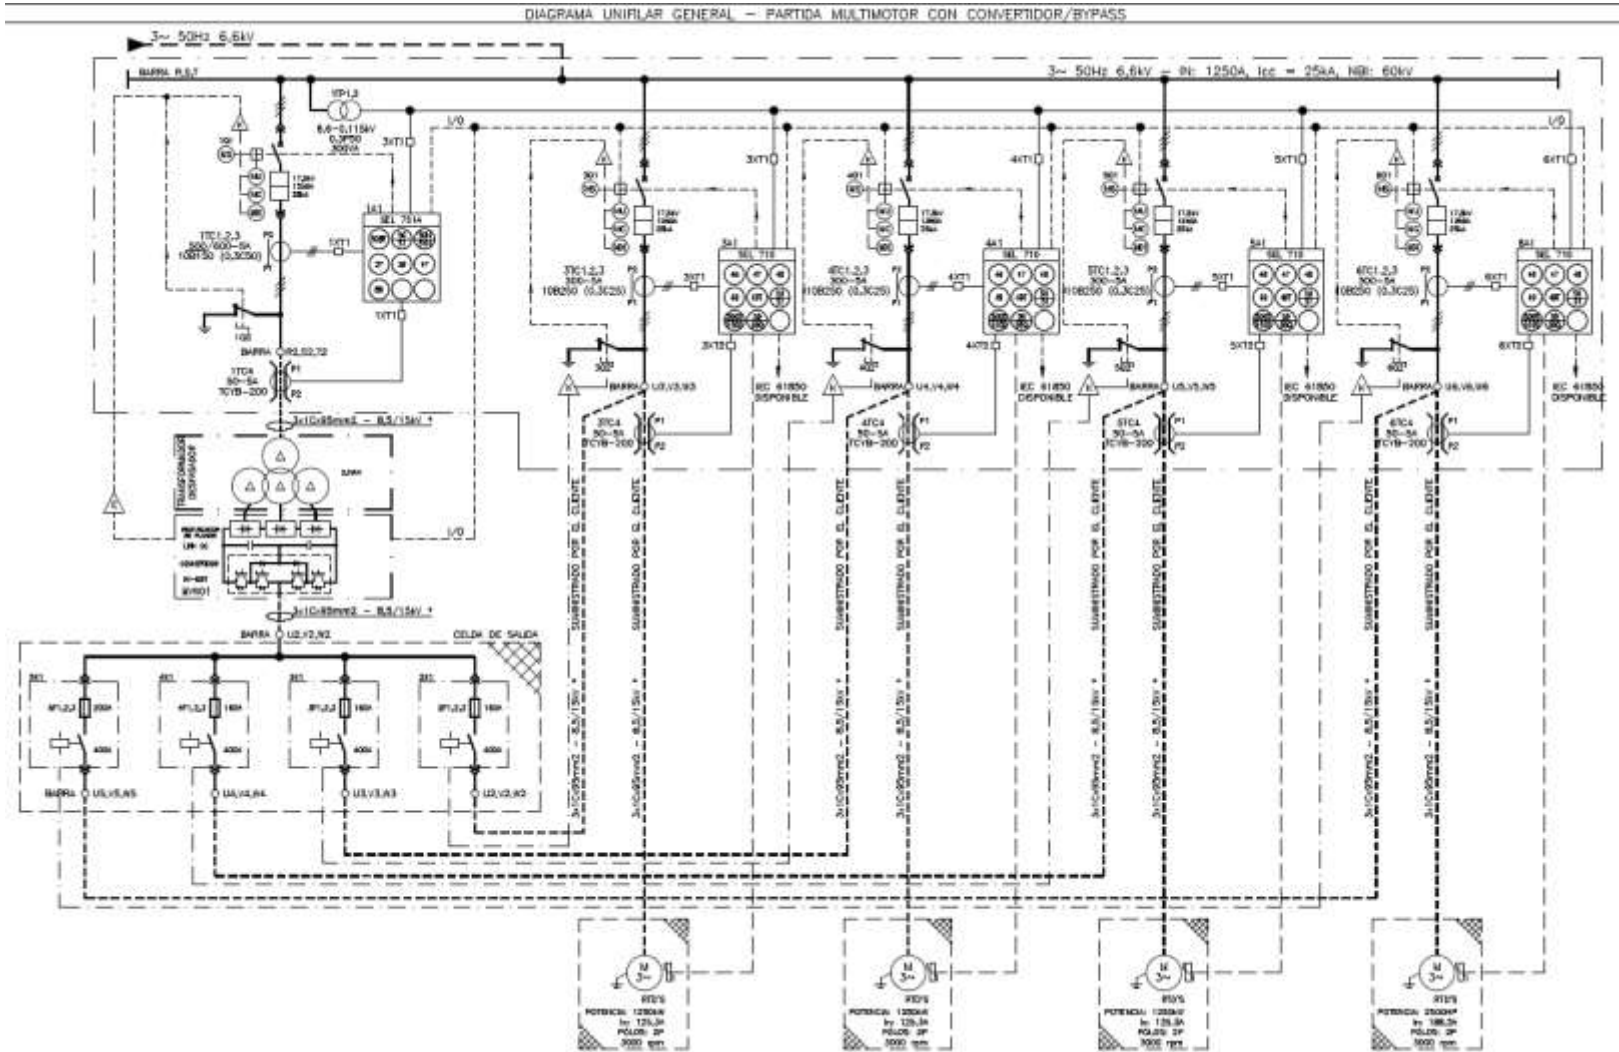

Figura 03: Diagrama Eléctrico del Sistema Accionamiento Multimotor + Transferencia Sincrónica – WEG (4 motores).
**Figura 03:** Curvas de Tensión y Corriente Aplicada al Motor en el Sistema de Transferencia Sincrónica – WEG. (Curva Verde = Corriente Aplicada al Motor, Curva Azul = Tensión de Salida del MV VSD hacia al Motor, Curva Rosa = Tensión de la Red Eléctrica hacia al Motor).